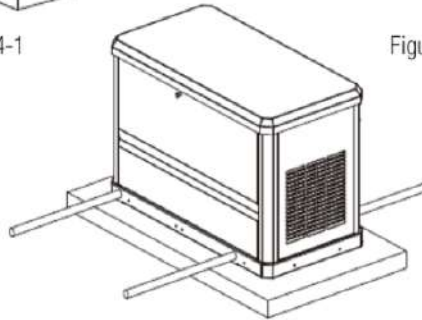

Figura 4-3
3. Utilice dos tubos (mínimo ½ pulgada) enhebrándolos por los orificios que se encuentran en la base del equipo (Figura 4-3). Levante y retire el pale de madera.